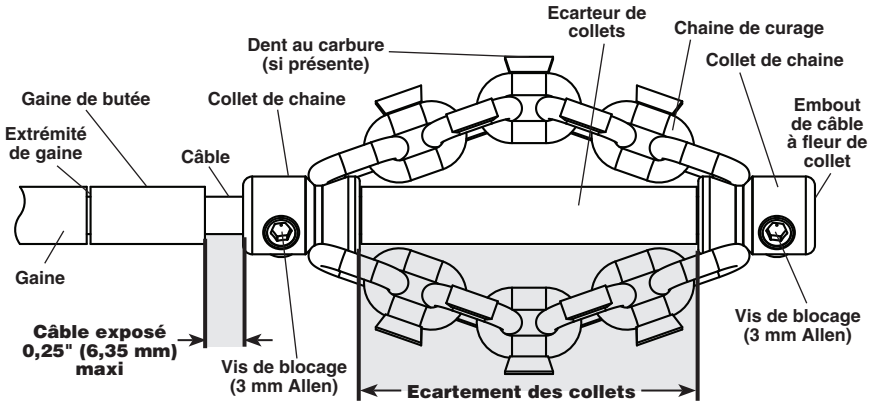

Figure 7 – Montage et réglage des chaînes de curage
2. La Figure 7 est un schéma du montage et réglage appropriés de la chaîne de curage. Cela nécessite deux opérations particulières.
- Montez à blanc la chaîne de curage, sa gaine de butée et son écarteur de collets sur le câble comme indiqué à la Figure 7. Les maillons de chaîne doivent être alignés. Ne jamais monter de chaîne dont les maillons sont désalignés. Assurez-vous que l'embout de câble se trouve à fleur du collet de chaîne afin de limiter son usure prématuré.
- Une fois la chaîne de curage correctement montée sur le câble comme indiqué à la Figure 7, serrez les vis de blocage des collets à l'aide de la clé Allen fournie. A défaut d'un serrage suffisant des vis de blocage, la chaîne de curage risquerait de glisser et endommager le câble, voire s'échapper dans la conduite.